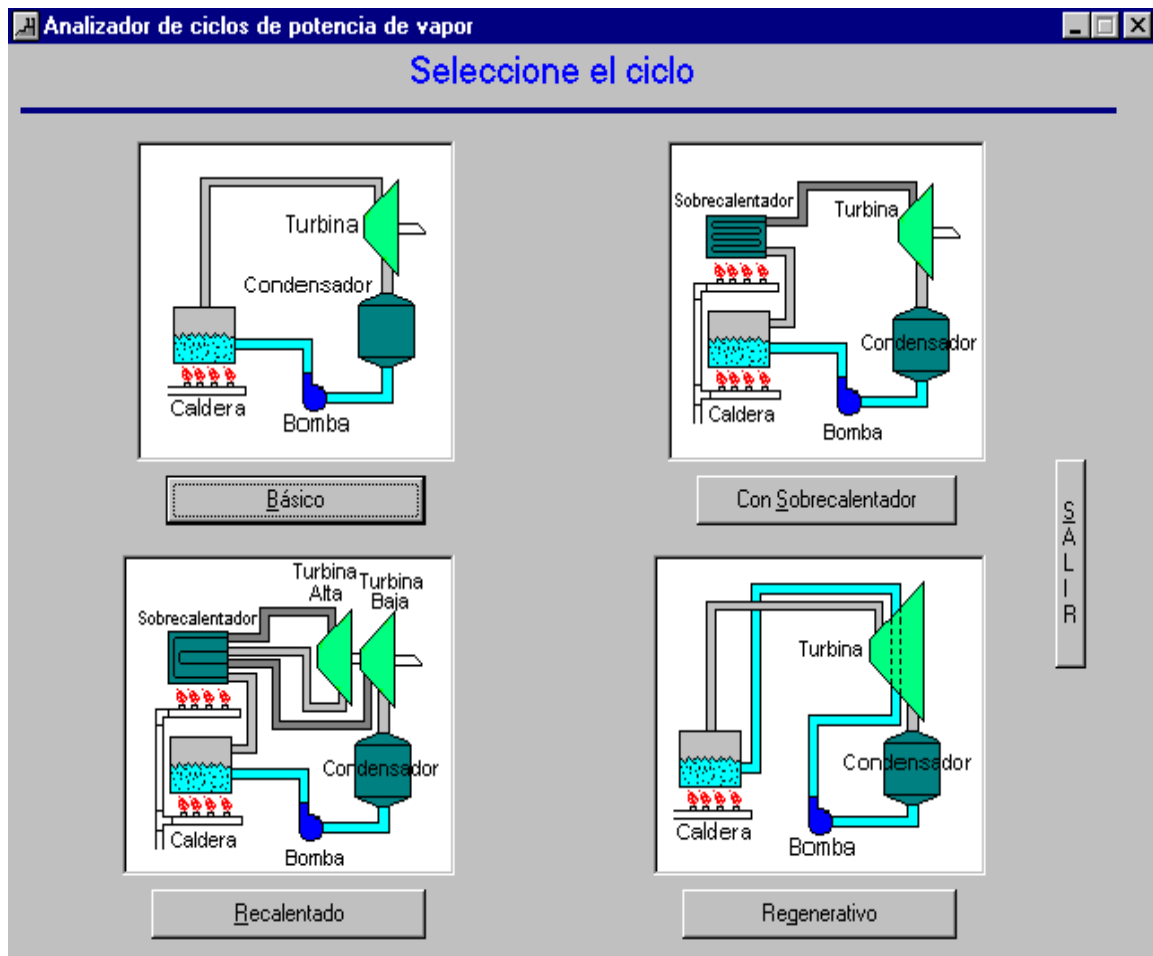

Figura 3. Analizador de ciclos de potencia de vapor.
1. Presionar el botón continuar en la ventana de presentación para mostrar el **Analizador de Ciclos de Potencia de Vapor** (Figura 3).